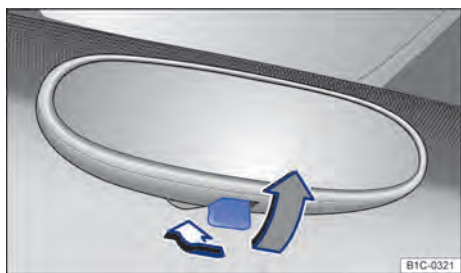

Fig. 81 Espelho retrovisor interno com antiofuscante manual.
- Para evitar o ofuscamento, puxar a alavanca para trás ⇒ Fig. 81.